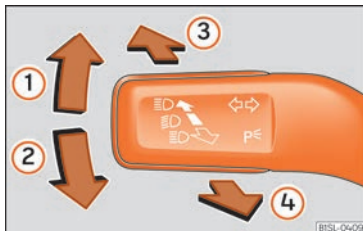

**Fig. 116** Palanca de intermitentes y de luz de carretera.
- Desde la posición base, pulse hacia delante la palanca de los intermitentes y luz de carretera » » » **fig. 116** . Cuando se muestre el testigo  en la pantalla del cuadro de instrumentos, el asistente de la luz de carretera estará conectado.
- **O BIEN:** con la luz de carretera conectada, tire hacia atrás de la palanca de los intermitentes y luz de carretera » » » **fig. 116** .